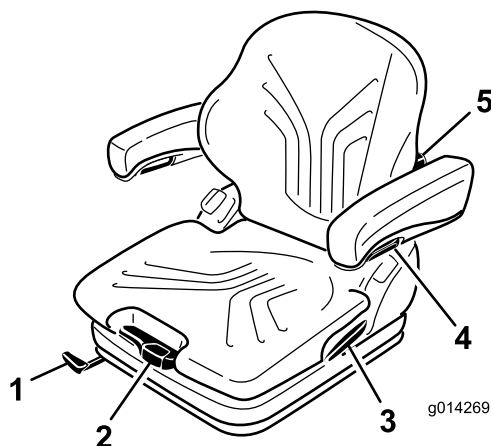

Figura 22
Il sedile viene regolato in base al peso del conducente tirando o premendo la leva di regolazione del peso (Figura 22).
1. Per eseguire una regolazione, tirate verso l'alto la leva e sbloccate il sedile (Figura 22).
Girando la manopola di regolazione verso l'alto è possibile variare la curvatura della parte superiore del cuscino dello schienale. Girando la manopola di regolazione verso il basso è possibile variare la curvatura della parte inferiore del cuscino dello schienale (Figura 22).
Per regolare l'altezza dei braccioli staccate il cappuccio tondo (Figura 22) dalla protezione, allentate il dado esagonale (13 mm) che si trova dietro di esso, regolate i braccioli secondo la posizione desiderata e serrate il dado. Riposizionate il cappuccio sul dado.
Per regolare l'angolo dei braccioli, girate la manopola di regolazione (Figura 22).
Tirate verso l'alto la leva di bloccaggio per liberare il fermo dello schienale (Figura 22). Quando liberate il fermo, non esercitate una pressione contro lo schienale.